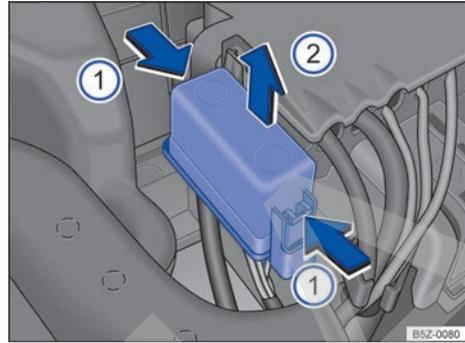

Fig. 163 En el compartimento del motor: cobertura de la caja de fusibles.
- Presione las trabas en el sentido de la flecha , para desbloquear la cubierta de la caja de fusibles ⇒ fig. 163.